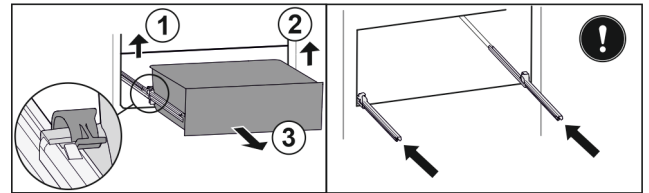

Fig. 92
- ▶ Linke Klemme anheben und gleichzeitig Schubfach links nach vorne ziehen. Fig. 92 (1)
- ▶ Rechte Klemme anheben und gleichzeitig Schubfach rechts nach vorne ziehen. Fig. 92 (2)
- ▶ Schubfach nach vorne entnehmen. Fig. 92 (3)